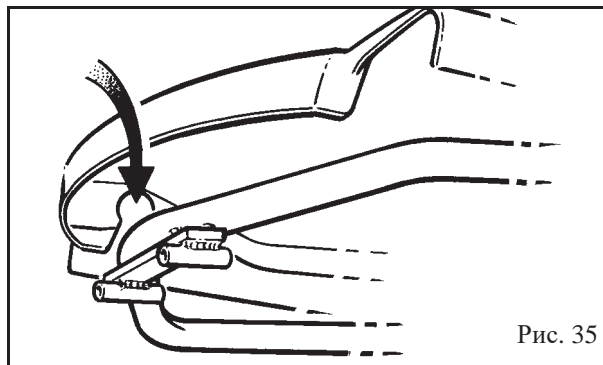

Рис. 35
2. Совместите установочные проушины с задней поперечной балкой рамы сиденья (см. рис. 35).